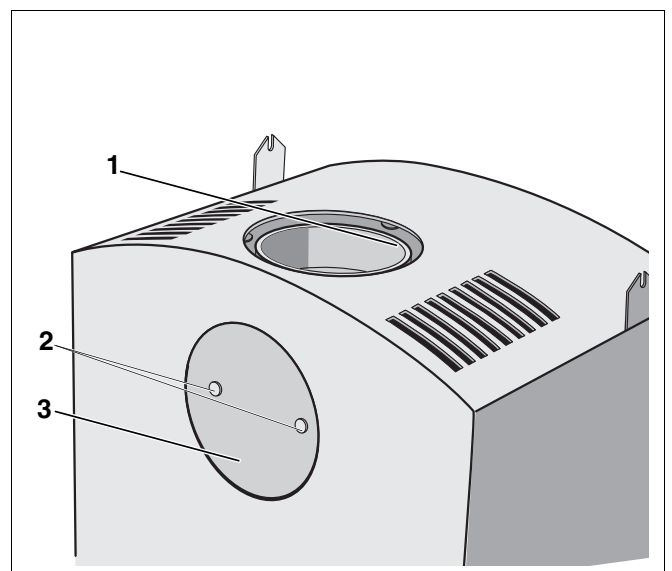

Abb. 3 Kaminofen – Auslieferungszustand
Werkseitig ist der Abgasstutzen (Abb. 3, **Pos. 1**) oben montiert.
- Lösen Sie die Schrauben (Abb. 3, **Pos. 2**) der äußeren Abdeckung, ohne diese vollständig herauszudrehen.
- Entfernen Sie die äußere Abdeckung (Abb. 3, **Pos. 3**).